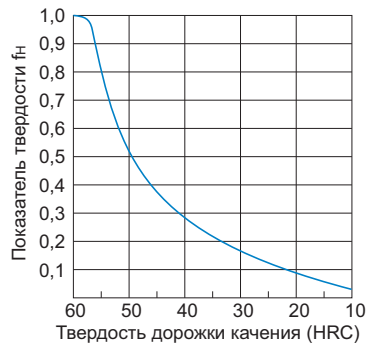

Рис.2 Показатель твердости ( $f_n$ )
- fn** : коэффициент твердости (см Рис.2 на с. **B5-6**)